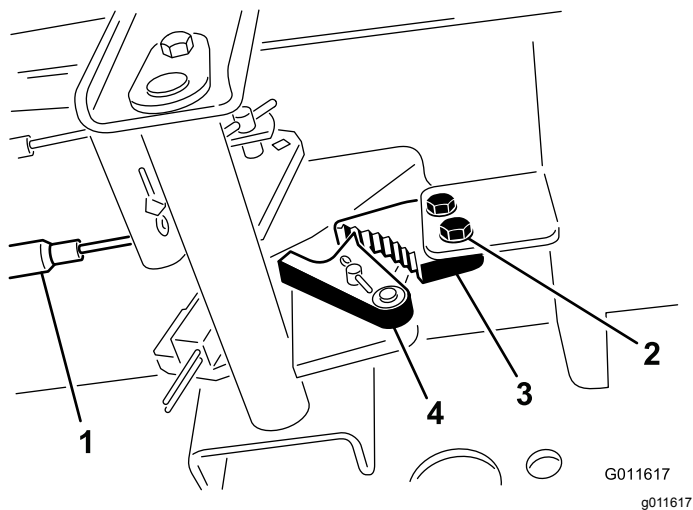

Figura 46
1. Allentate le due viti che fissano il nottolino del freno di stazionamento al telaio (Figura 46).
2. Premete in avanti il pedale del freno di stazionamento finché il fermo non s'innesta completamente nel nottolino del freno (Figura 46).